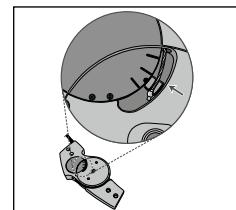

Abb. 10
16. Bringen Sie den Schieber in den Automatikbetrieb (1. Modus) (**siehe Abb. 1**) und überprüfen Sie, ob sich die Oberseite des Schlittens in der Funktionseinheit des Gelenks verschoben hat. Der Schlitten muss jetzt parallel zur mittleren Markierungslinie stehen (**siehe Abb. 10**).